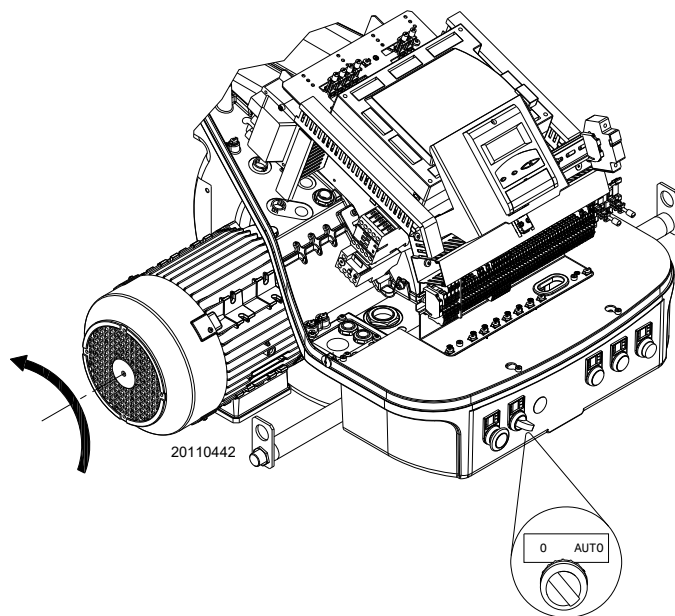

Рис. 27
Замкните термостаты/реле давления и установите выключатель (Рис. 27) в положение «АВТ».
Если они показывают наличие напряжения, остановите **немедленно** горелку и проверьте электрические соединения. Когда горелка запустится, проверьте направление вращения двигателя, как показано на Рис. 27.
- Установите выключатель Рис. 27 в положение «0» и подождите, пока автомат горения не выполнит процедуру отключения.
- при помощи выключателя **0-ABT** на Рис. 27 на стр. 31;